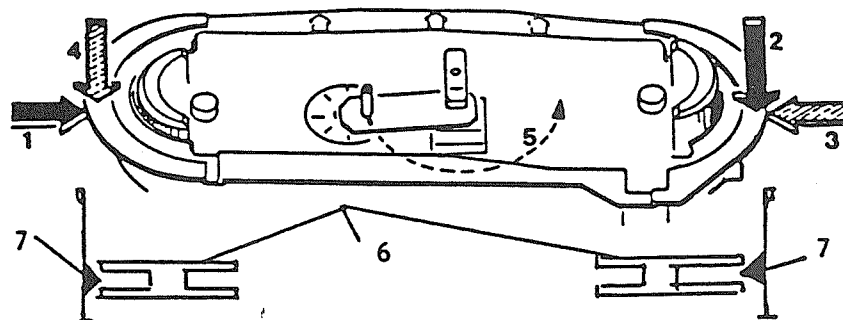

FIG. 8
.. Tourner d'1/2 tour le levier tension bande (5) (fig.8), dans le sens des aiguilles d'une montre.